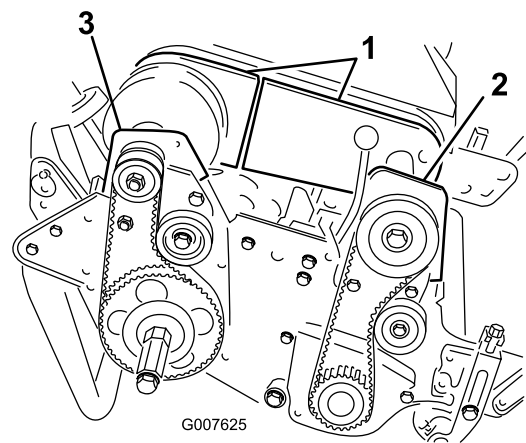

Figura 41
diferencial e deslize a cobertura para fora para expor a correia (Figura 41).
6. Retire os 2 parafusos e porcas que prendem a estrutura da embraiagem frontal à placa lateral (Figura 41).
8. Retire os 2 parafusos e porcas que prendem a estrutura da embraiagem direita traseira à placa lateral (Figura 41).